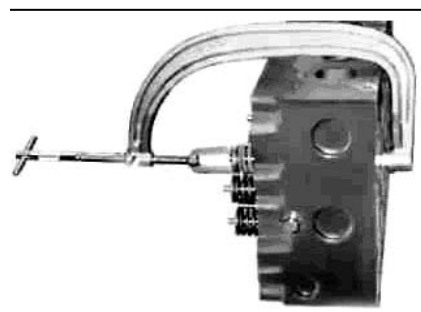
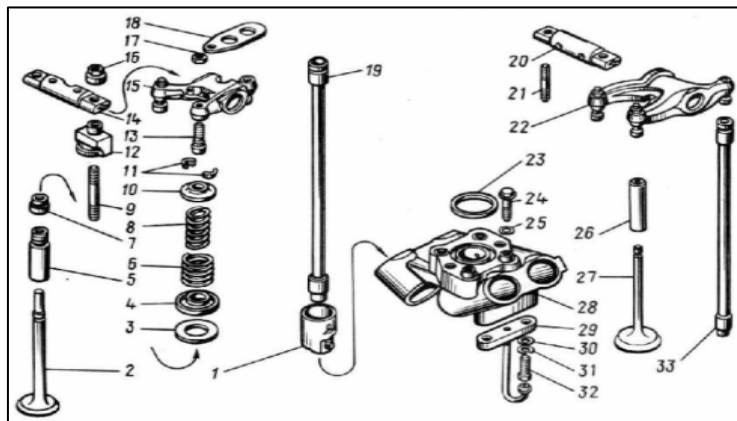

Рис. 3.11 – Рассухаривание клапанного механизма
Рис. 3.13 – Клапаны и толкатели
1. Сжать пружины (8, 6. рис. 3.13), используя приспособление (рис. 3.11);
2. Вынуть сухари (11) (рис. 3.13);
3. Снять тарелки и пружины (10, 8, 6) (рис. 3.13);
4. Извлечь опорные шайбы пружин (3) (рис. 3.13);
5. Перевернуть головку и извлечь клапаны (2,27) и разложить их по порядку (рис. 3.13);
6. Снять манжеты клапанов (7) (рис. 3.13);